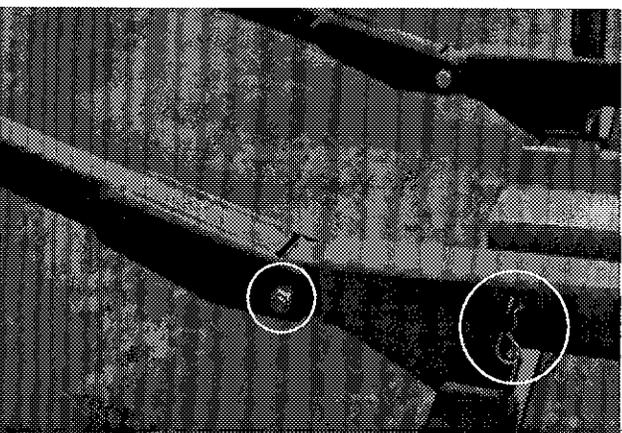

Figure 11
- 10) Installer les supports de balles arrières, 2 ou 4 selon le modèle de l'équipement. Installer les boulons et les goupilles en placant les écrous et les agrafes pour goupilles d'attelage de chaque côté vers l'extérieur afin d'éviter de couper les cordes des balles. (Figure 11)